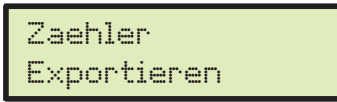

Abb. 74
- Die Berichte der Zähler lassen sich auf einem Pendrive speichern; dies erfolgt über die Funktion Exportieren (Abb. 74).
- Wählen Sie die Angabe Exportieren (Abb. 74) und drücken Sie **OK**.